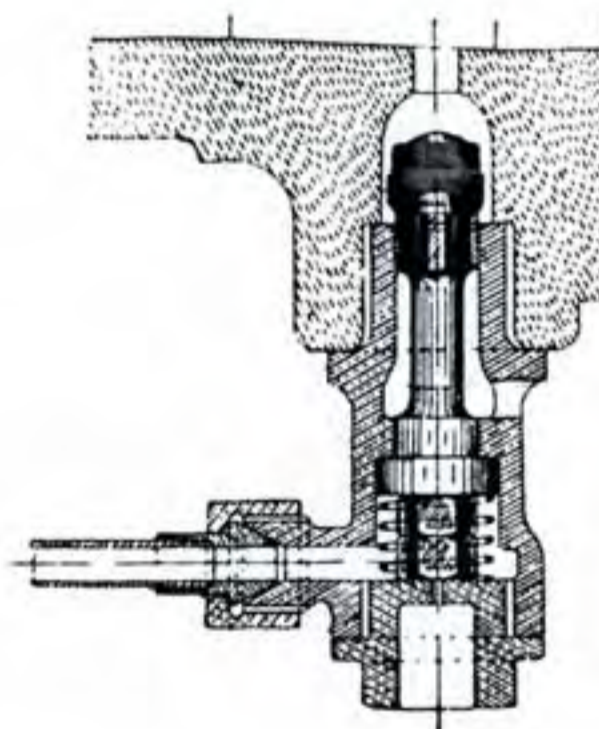

Fig. 16
(1) Si la machine est pourvue de soupapes purgeuses automatiques, le machiniste démontera le bouchon inférieur de ces soupapes, introduira un corps dur, deux petits écrous par exemple (voir fig. 16), entre les spires du ressort, (voir fig. 16), puis remontera le couvercle. Dans ces conditions les purgeurs restent ouverts même lorsque la vapeur est admise dans le cylindre, sans qu'il soit nécessaire de manœuvrer la prise de vapeur qui commande les purgeurs.